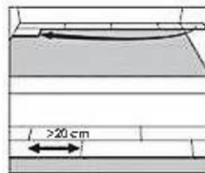

Figura 2
10. Comience la segunda hilera con la pieza cortada en la primera hilera (**Figura 2**). Si el trozo de tablón tiene una longitud menor de 20 cm (8 in), no lo utilice. En este caso, comience con un tablón nuevo que tenga como mínimo 20 cm de longitud y que permita que existan 20 cm entre la unión de los tablones de esta hilera y la unión de los tablones de la hilera precedente.
11. Coloque el primer tablón de la segunda hilera en un ligero ángulo hacia arriba, presione hacia adelante y encaje la lengüeta lateral (**Figura 2**). Deslice el tablón hacia la izquierda para alinear la unión de los bordes más cortos.